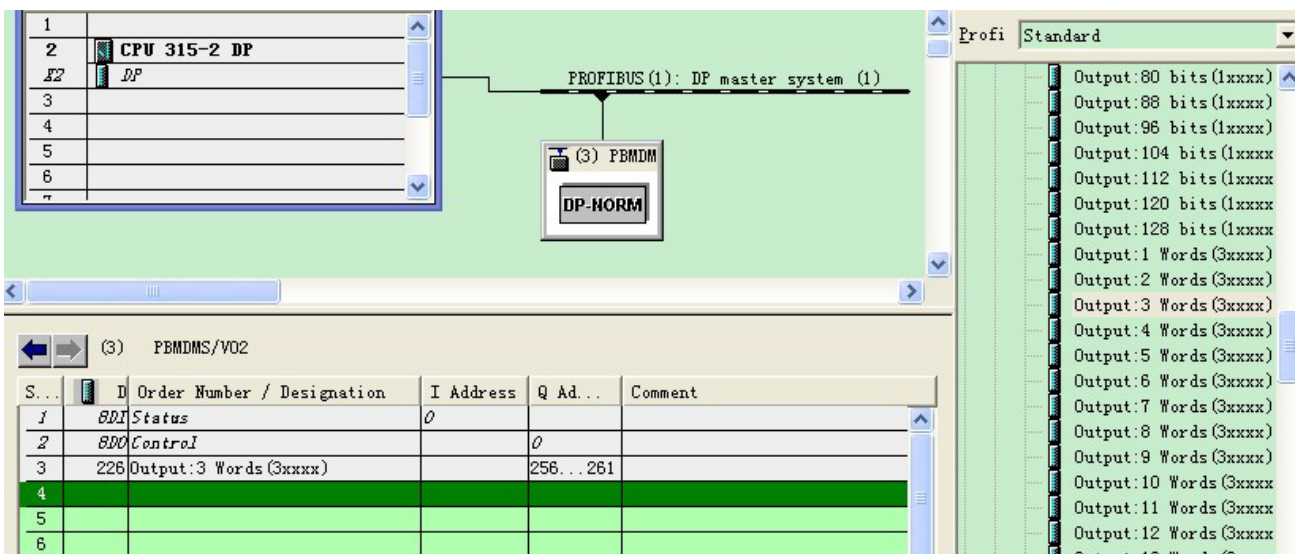

图 1-5：从 Profibus 传递模拟量到 Modbus 的配置
**从 Profibus 传递模拟量到 Modbus 的配置** 此种类型为 Modbus 想要获得 Profibus 模拟量数据，可以选择图 1-5 所示“Output: 3 Words (3xxxx)”，这里传递 3 个 Words，实际使用的时候根据自身需要传递的数据量进行选择。您可以选择使用 Modbus 04 号功能码读取这 3 个字的 Profibus 输出数据，默认 Modbus 地址为 1，3 区寄存器起始地址为 0。此例中相对应的 Profibus 寄存器地址为 QB256-QB261。